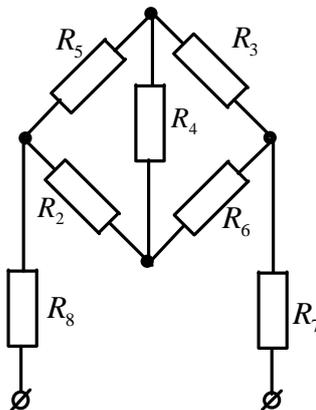

Рисунок 13
**Задача 10.** Определить эквивалентное сопротивление схемы (рис.13) относительно зажимов  $ab$ , если  $R_2=26\text{Ом}$ ;  $R_3=14\text{Ом}$ ;  $R_4=10\text{Ом}$ ;  $R_5=16\text{Ом}$   $R_6=20\text{Ом}$ .  $R_7=R_8=10\text{Ом}$ .